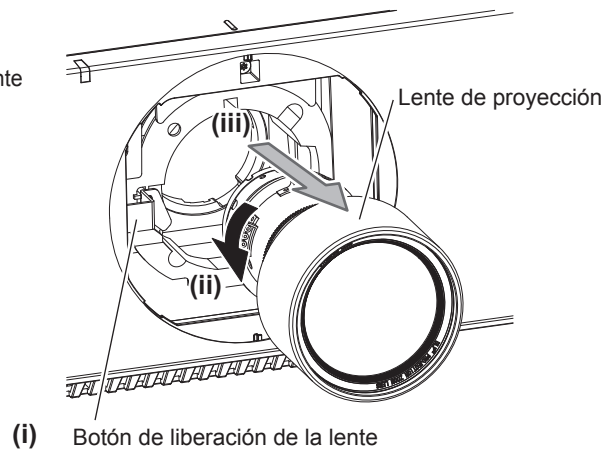

Figura 2
- 2) Mientras presiona el botón de liberación de la lente, gire la lente de proyección hacia la izquierda y retírela. (Figura 2)